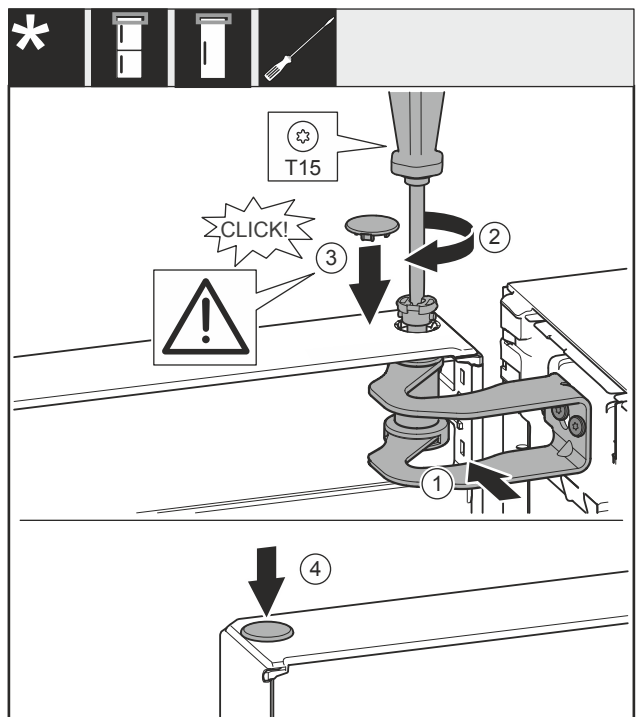

Fig. 54
- ▶ Tür zur Öffnung im Lagerbock Fig. 54 (1) ausrichten.
- ▶ Bolzen Fig. 54 (2) einsetzen und mit Schraubendreher festschrauben.
- ▶ Abdeckung Fig. 54 (3) einsetzen.
- ▶ Kontrollieren, dass die Abdeckung Fig. 54 (3) auf der Tür aufliegt.
- ▶ Abdeckung Fig. 54 (4) einsetzen.